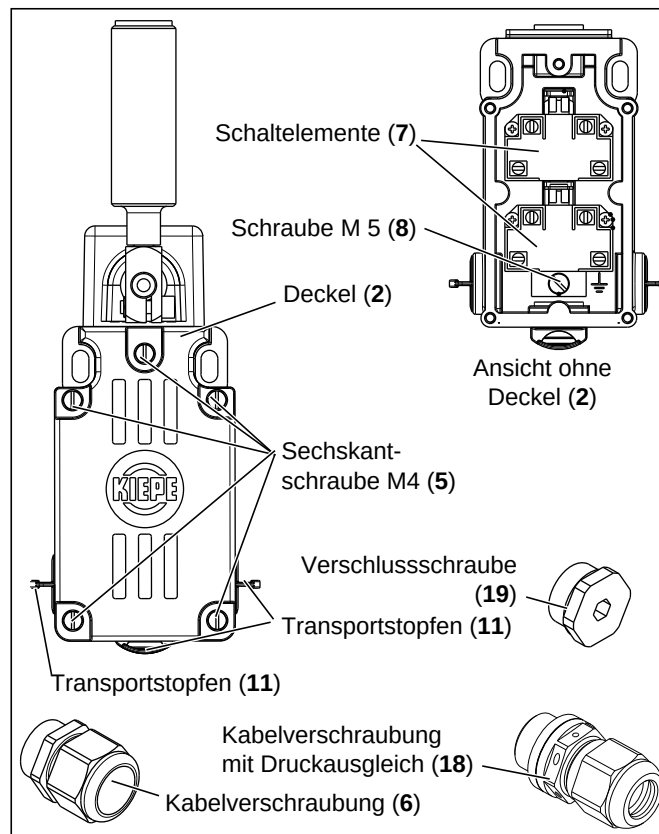

Abb. 5-5: Schiefelaufschalter anschließen
5. Ziehen Sie das Anschlusskabel durch die Kabelverschraubung (6) (s. Abb. 5-5).
1. Öffnen Sie den Deckel **(2)**, indem Sie die fünf Sechskantschrauben M4 **(5)** lösen (s. Abb. 5-5).